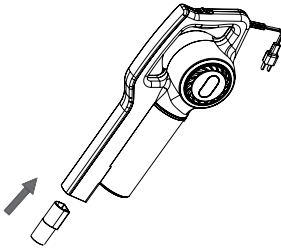

Fig.4
- Insertar el accesorio lanza o cepillo multiusos al conector. (Fig. 4)